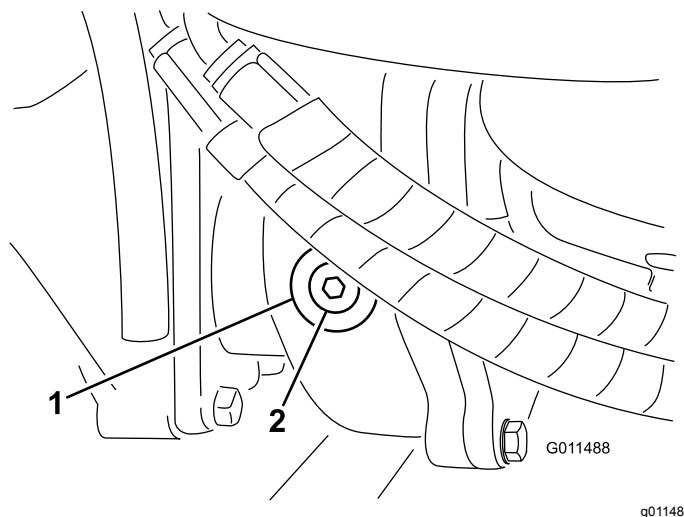

Bild 95
2. Entfernen Sie die Prüf-/Füllschraube an der linken Getriebeseite und stellen sicher, dass das Öl die Unterseite des Lochs erreicht (Bild 95).